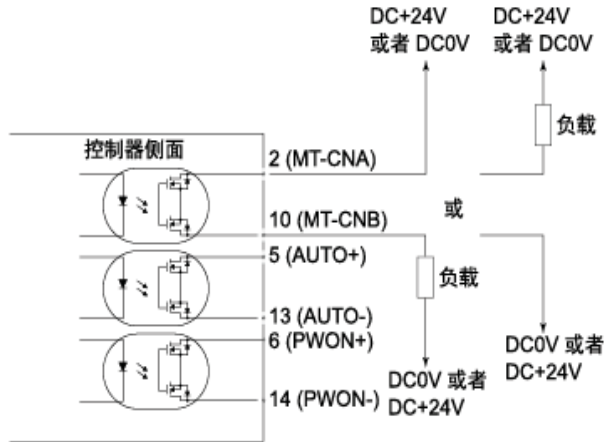

图30
- 施加电压 (V) \leq DC+30V
此外，用户需要另行准备输出电路的电源。建议使用独立的电源输入/输出连接器B ④。有关连接，请参考图30。